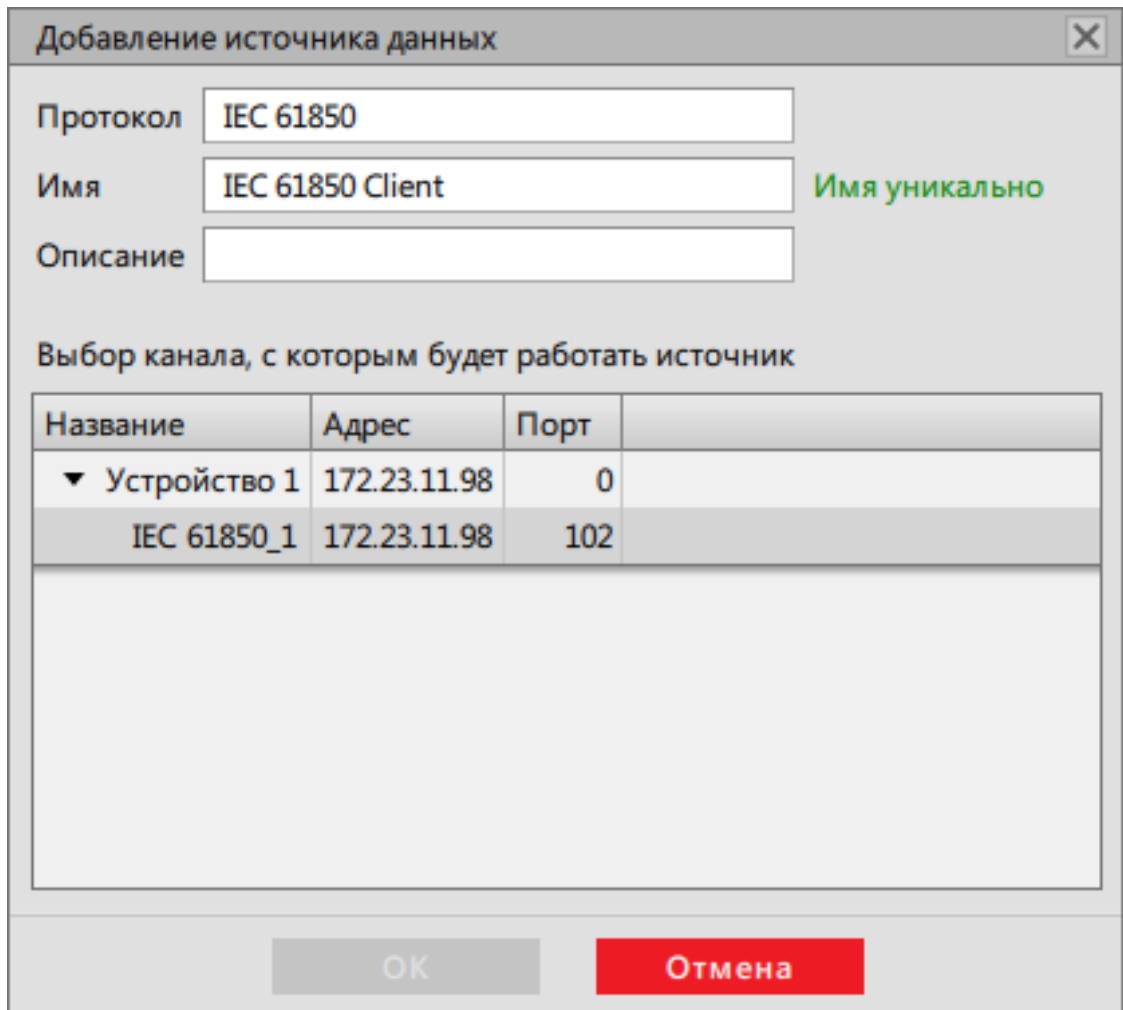

Рисунок 199 - Добавление источника данных
3. Настройте источник (Рисунок 199):